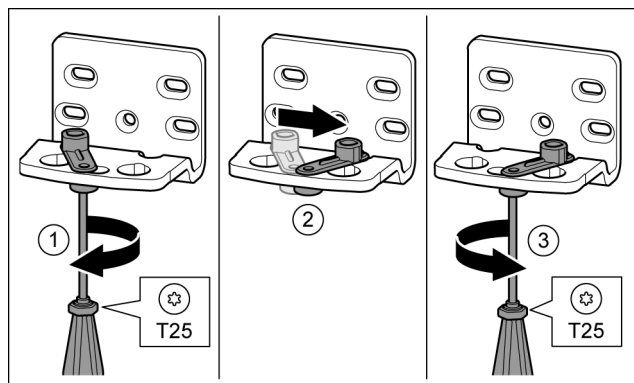

Fig. 16
- ▶ Schroef met de schroevendraaier T25 losdraaien. *Fig. 16 (1)*
- ▶ Deursluithulp optillen en 90° naar rechts in de opening draaien. *Fig. 16 (2)*
- ▶ Schroef met schroevendraaier T25 vastschroeven. *Fig. 16 (3)*